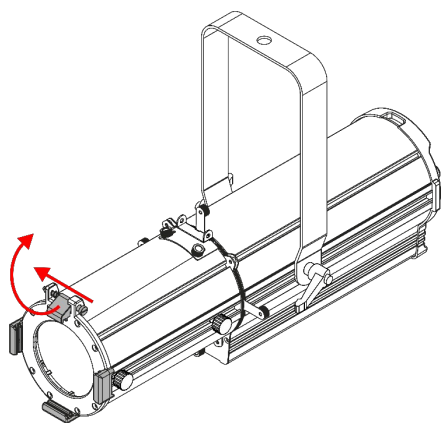
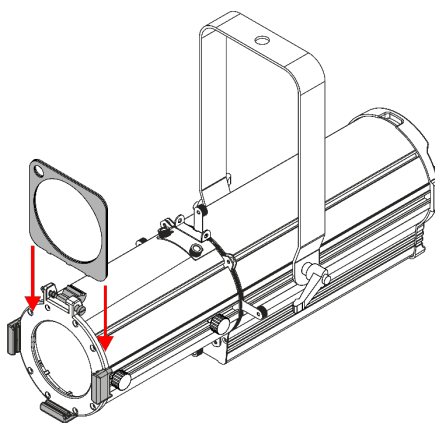

Fig. 12
Fig. 13
- 01) Spingere la **vite a molla (08)** e allo stesso tempo sollevare la **clip della cornice cromatica (09)** e girarla all'indietro (vedere la Fig. 12).
- 02) Inserire un gel colorato o un filtro di diffusione nella **cornice per il colore (23)**.
- 03) Inserire la **cornice a colori (23)** nei supporti **portacornici (06)** (vedere Fig. 13).